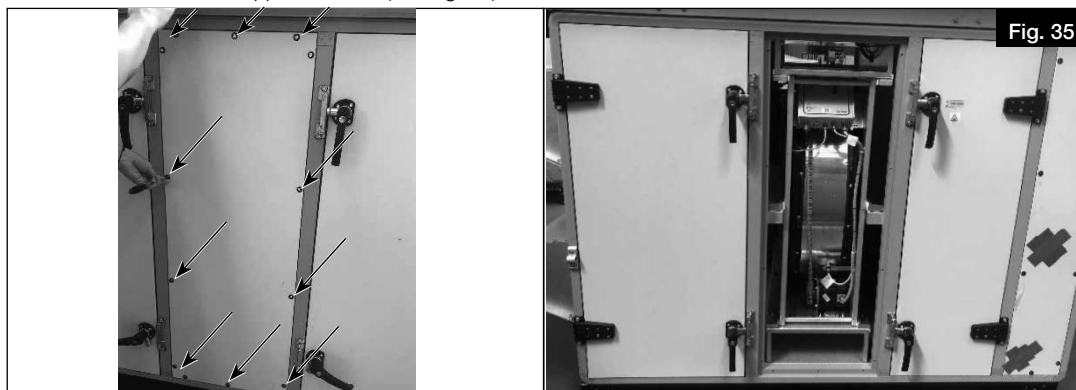

Fig. 35
1. Dévisser et ouvrir les trappes de visite (voir Fig. 35).